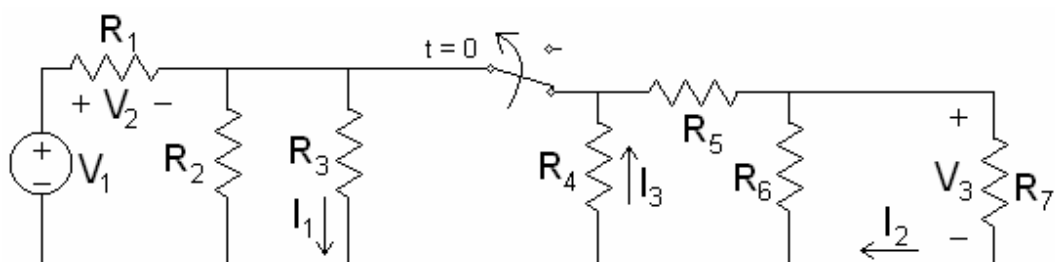

Figura 2.
- Para o circuito da figura 2 e com base nos dados da Tabela 1, **calcule** (modelagem):